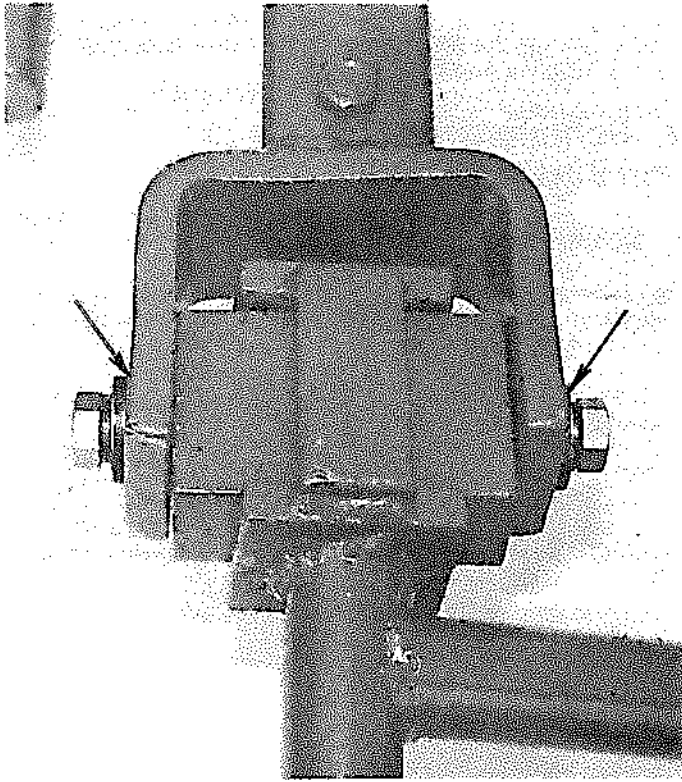

Abb. 7. Schmierpunkte Gelenkblock
- die Lagerbüchsen im Scharnierblock des Druckmechanismus (Abb. 7)